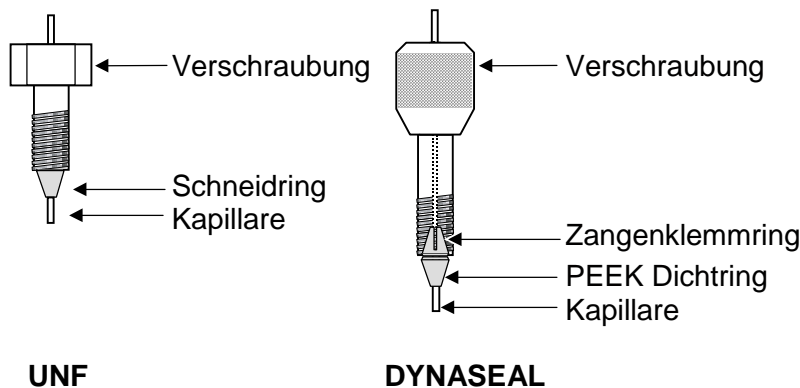

Abb. 1 Prinzip der UNF- und DYNASEAL-Verschraubungen
Die Abb. 1 zeigt das Prinzip der UNF- und der DYNASEAL-Verschraubungen.
2. Stecken Sie die Verschraubung, den Zangenschneidring und den Dichtring auf die Kapillare. Achten Sie auf Reihenfolge und Ausrichtung der Fittings, siehe Abb. 1.
2. Stecken Sie die Verschraubung und den Schneidring auf die Kapillare. Achten Sie auf Reihenfolge und Ausrichtung der Fittings, siehe Abb. 1.